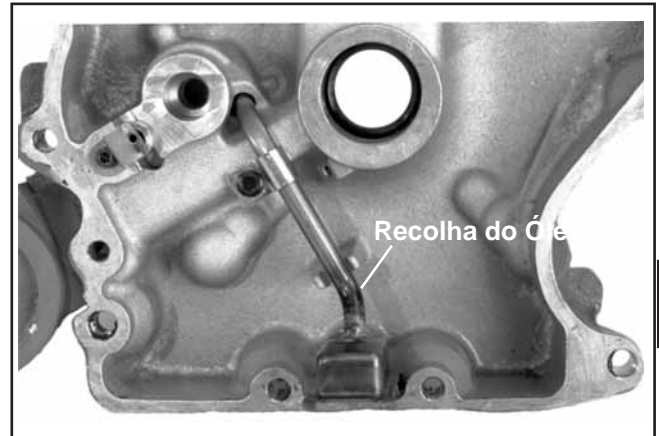

Figura 9-43. Retirar o Vedante do Óleo e a Recolha.
1. Retire o vedante do óleo da placa de fecho. Consulte a Figura 9-43.